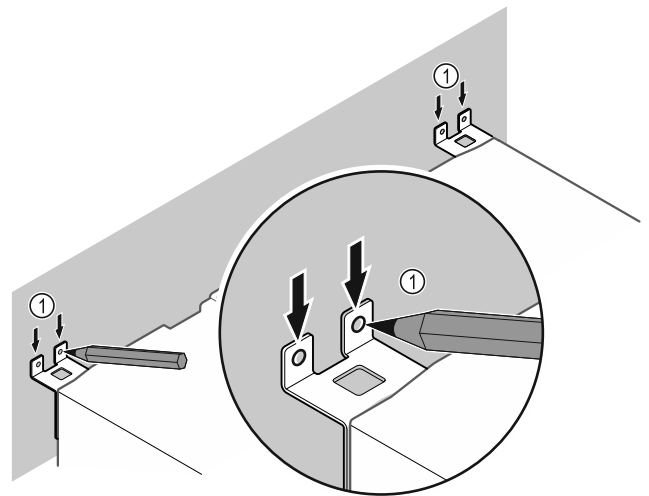

Fig. 10
- ▶ Поставете маркировки на стената Fig. 10 (1).